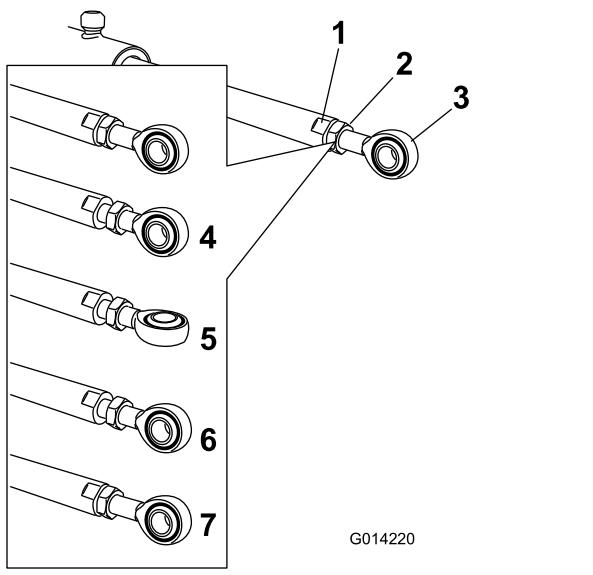

Bild 114
5. Arretieren Sie die flachen Seiten der Aktuatorstange mit einem Schraubenschlüssel und lösen Sie dann die Klemmmutter, damit Sie die Ösenstange manipulieren können (Bild 114).
- 6. Drehen Sie die Ösenstange in der Aktuatorstange, um den ausgefahrenen Aktuator auf die gewünschte Stellung zu verlängern oder zu verkürzen (Bild 114).